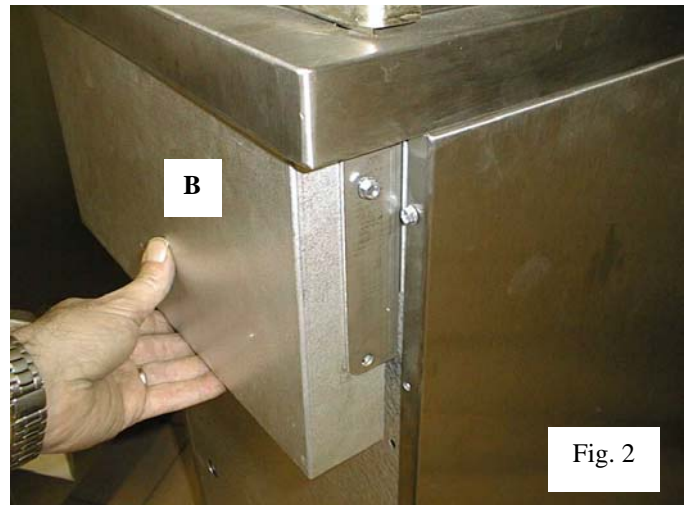

Fig. 2
- Ⓡ Déposer le capot arrière **B** (fig.2).
- Ⓢ Remove rear cover **B** (fig. 2).
- Ⓣ Verwijder het achterpaneel **B** (fig.2).
- Ⓡ (FR) Déposer le capot arrière (fig.2)
- Ⓡ (GB) Remove rear cover (fig. 2).
- Ⓡ (NL) Verwijder het achterpaneel (fig.2).